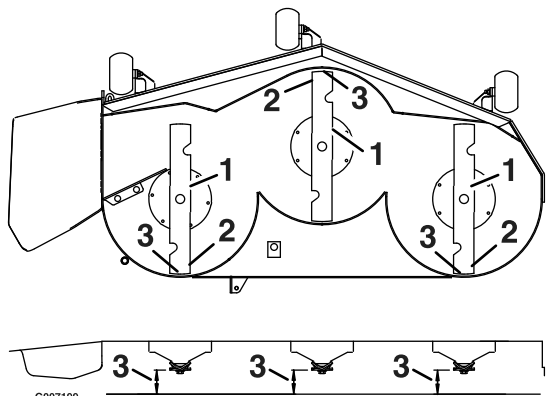

Figure 70
3. Faites pivoter les lames avec précaution pour faire passer les pointes avant à l'arrière (**Figure 70**).
4. Mesurez la distance entre la pointe de la lame avant et la pointe de la lame arrière par rapport à la surface plane (**Figure 70**).